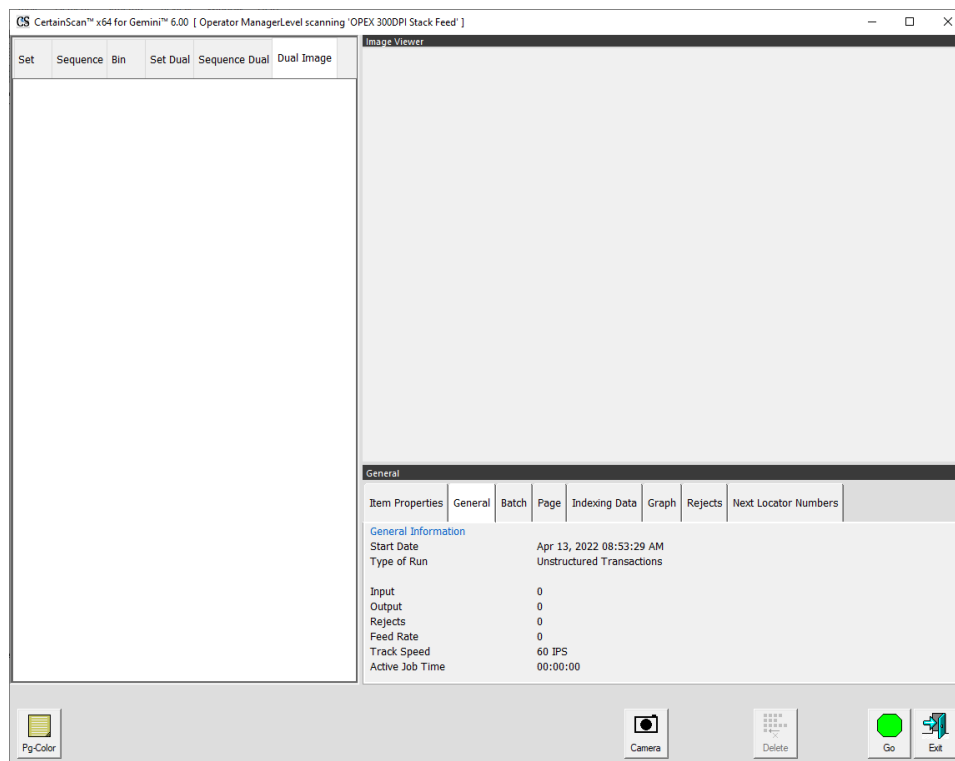

Figure 3-9 : Écran d'exécution
- Écran d'exécution : Le(s) type(s) de page de Travail s'affichent, cliquez sur le bouton **Go** pour commencer la numérisation. Aucune saisie de données par lot n'est requise (Figure 3-9).